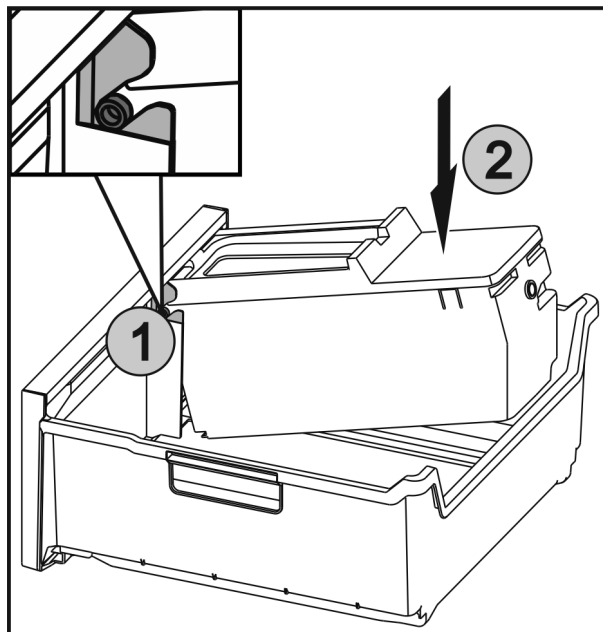

Fig. 59
- ▶ Skyv akslene Fig. 59 (1) på EasyTwist-Ice inn i sporene, og trykk bak Fig. 59 (2) helt til bøylen låses på plass.